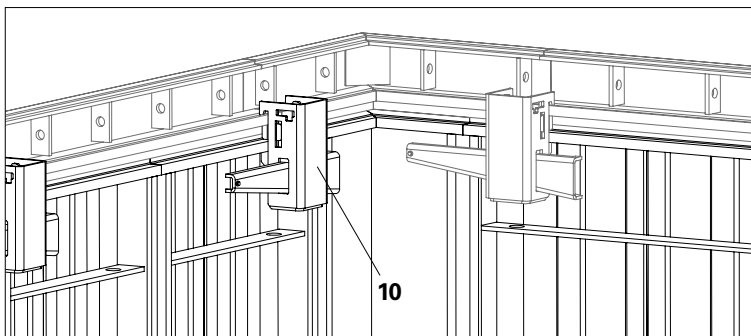
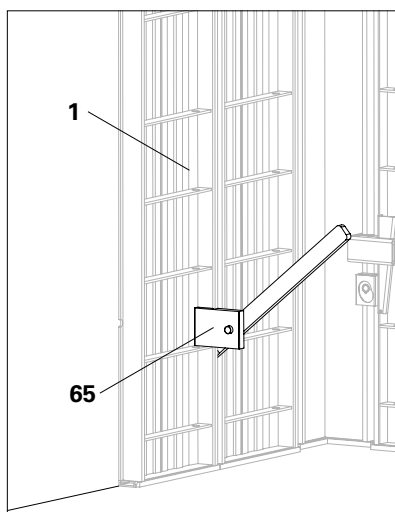

Fig. C2.07
Fig. C2.08
3. Smontare i giunti (10) nell'area del telaio per parete/telaio di transizione. (Fig. C2.07)
4. Smontare i giunti aggiuntivi (10) nell'area dei telai per parete interna.
5. Attaccare la leva di disarmo parete (65) sul telaio il più in basso possibile. (Fig. C2.08)